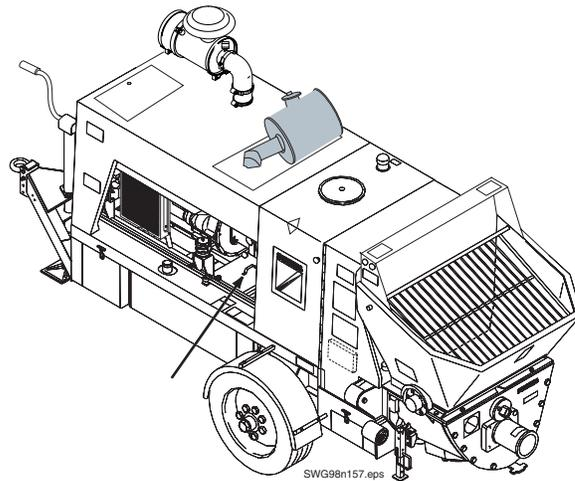

Figure 23
- 25. Boutons d'arrêt d'urgence (2)
- Élément 20. Caisson d'eau (Figure 23). Ce composant fait partie de l'ensemble de la pompe. L'eau contenue dans le caisson rince et refroidit les tiges de vérin à piston différentiel et l'arrière des rames en caoutchouc. Prenez toutes les précautions nécessaires en entrant dans la zone du caisson d'eau car les vérins hydrauliques en fonctionnement peuvent se déployer une force gigantesque. En aucun cas, vous ne devez retirer le couvercle quand la pompe est en marche ou prête à fonctionner. Voir l'avertissement dans le Manuel de sécurité concernant le caisson d'eau.